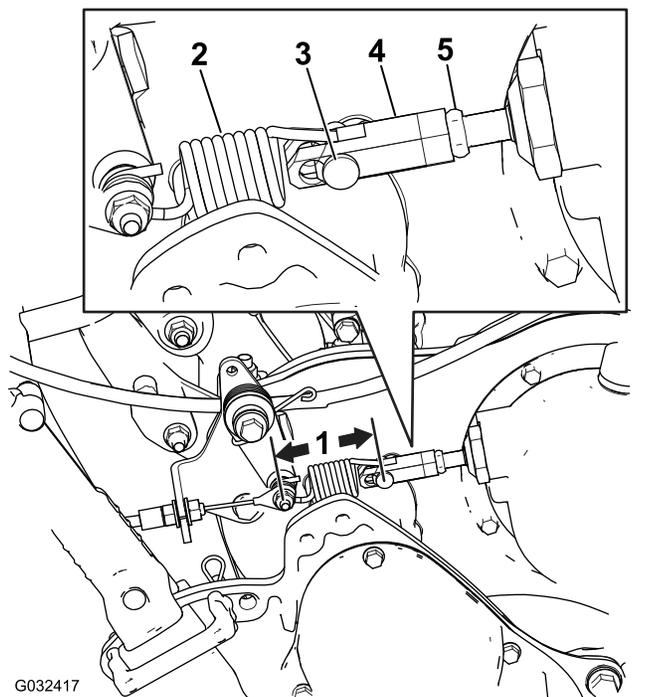

Рисунок 48
2. Измерьте расстояние от штифта на любом конце пружины управления тягой (Рисунок 48), если оно не находится в пределах от 7,3 до 7,6 мм, отрегулируйте сцепление, как описано в приведенных ниже пунктах.
- B. Ослабьте контргайку на винтовой стяжке и снимите шплинтуемый штифт, отсоединив пружину от винтовой стяжки (Рисунок 48).
- F. Измерьте расстояние от штифта на любом конце пружины управления тягой и приводом барабана (Рисунок 48), повторяйте пункты с А по F, пока оно не будет находиться в пределах от 7,3 до 7,6 мм.